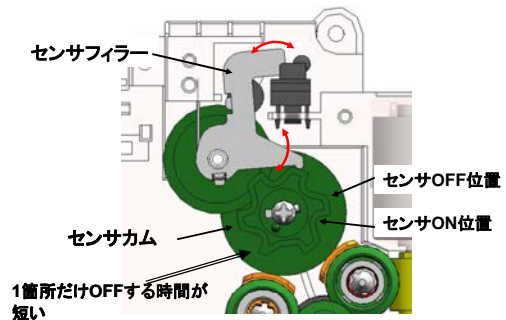

Fig. 10 Configuration of the sensor cam.
センサカム形状(Fig. 10)を工夫することにより以下の検知が可能となる。(センサカム形状に沿ってセンサファイラーが図中矢印のように移動する:図中はセンサOFFのときを示す)
- 1箇所だけ切替HPセンサがOFFになる時間が短い箇所を設ける。(Fig. 10内記載)